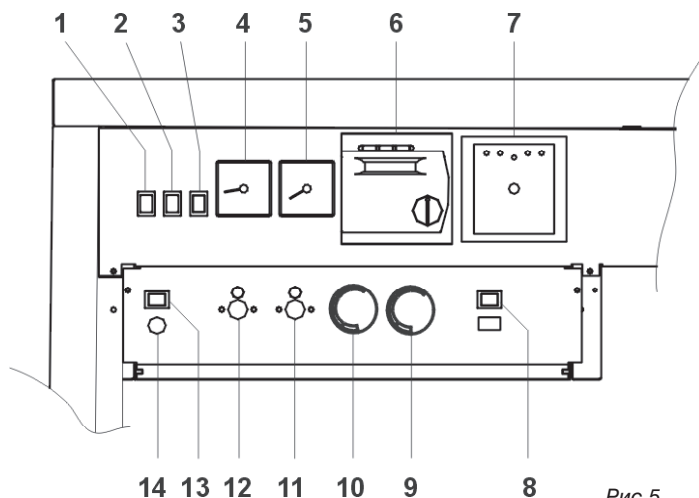

Рис.5
Размещение отдельных элементов управления и сигнализации котла изображено на рис. панели управления (рис. 5).
4. В связи с п.2 возможно котел переключить на максимальную или сниженную мощность с помощью переключателя мощности котла (рис. 5 / поз. 8).